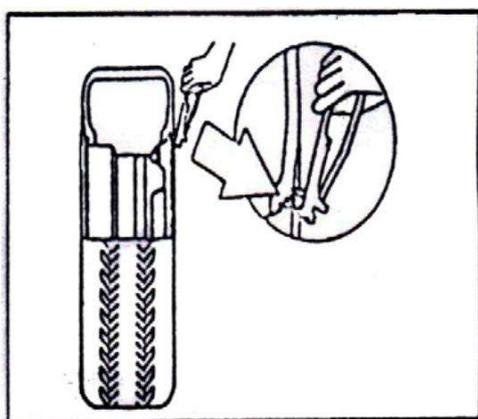

図 16
4.1.1 タイヤの空気を完全に抜き、エアーバルブ（ムシ）を引き出します。専用工具を使用して、リム上のウェイトを全て取り除いてください。(図 16)。